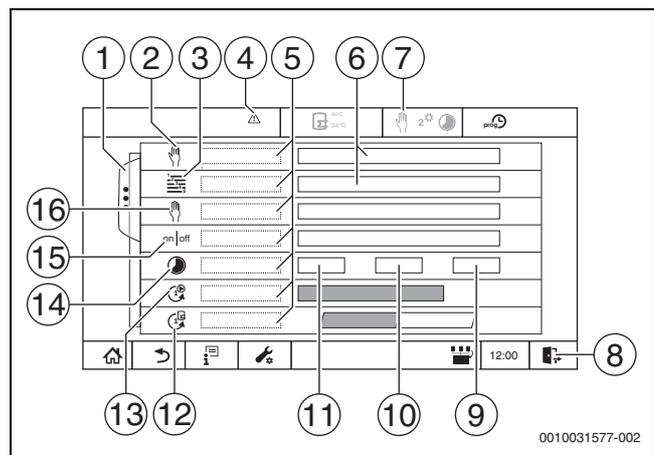

Bild 14 Anzeige: Manueller Betrieb (Beispielbild)
- ▶ Auswahlfeld (→ Bild 14, [6]) für die jeweilige Funktion [2, 3, 11, 12, 13, 14, 15] antippen.
Wenn die Ladung gestartet wird, läuft sie, bis der Speicher seine Temperatur erreicht hat. Die Ladung wird im Feld der Betriebsart (→ Bild 14, [7], Seite 16) angezeigt.
Die einmalige **Thermische Desinfektion** wird gestartet. Sie läuft zwei Stunden mit der voreingestellten Temperatur oder bis sie gestoppt wird. Die **Thermische Desinfektion** wird im Feld der Betriebsart (→ Bild 14, [7], Seite 16) angezeigt.